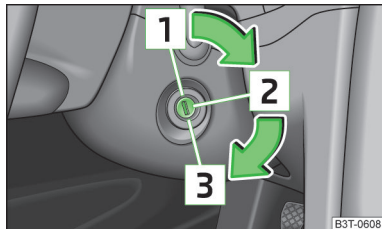

Abb. 134
- Während der Fahrt mit stehendem Motor muss der Zündschlüssel immer in der Stellung **Z** » Abb. 134 auf Seite 141 (Zündung eingeschaltet) sein. Diese Stellung wird durch das Aufleuchten einiger Kontrollleuchten im Kombi-Instrument angezeigt.
- Der Anlasser darf nur dann betätigt werden, wenn der Motor und das Fahrzeug steht. Wird der Anlasser bei laufendem Motor betätigt **Z** » Abb. 134 auf Seite 141, kann der Anlasser bzw. der Motor beschädigt werden.
Benzinmotoren » Abb. 134
Dieselmotoren » Abb. 134
Wenn die **Lenkung gesperrt ist** und der Schlüssel sich nicht oder nur schwer in die Position **2** » Abb. 134 drehen lässt, dann ist das Lenkrad etwas hin und her zu bewegen - die Lenkungsverriegelung wird dadurch entriegelt.
- Die Zündung einschalten **2** » Abb. 134 auf Seite 141.
» Abb. 134 auf Seite 141.